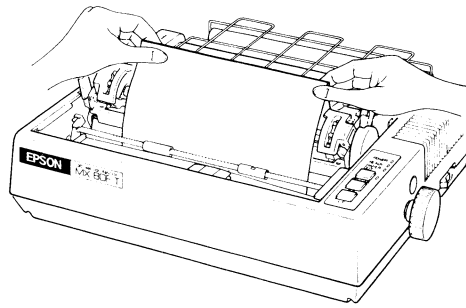

Fig 2.15 Justering av papperet
- a) Om papperslängden ovanför styrrullen är tillräcklig, frigör låsarmen och justera arkets kanter som fig 2.15 visar.